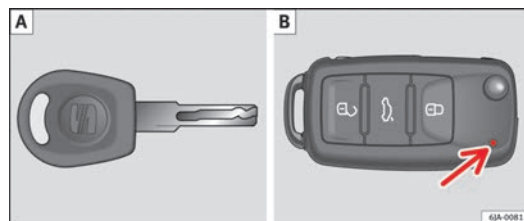
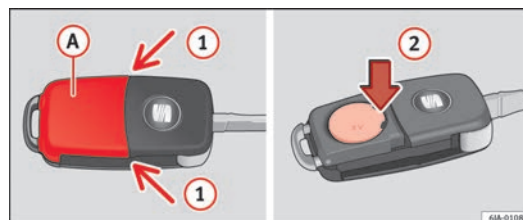

Fig. 43 Llave con mando a distancia / Llave sin mando a distancia
Fig. 44 Llave con mando a distancia: retirar la tapa / sacar la pila
Con el vehículo siempre se suministran dos llaves. Dependiendo de la versión de equipamiento, su coche puede estar equipado con llaves sin mando a distancia ⇒ fig. 43 A, o con mando a distancia ⇒ fig. 43 B.
Cada llave con mando a distancia contiene una pila colocada debajo de la tapa (A) ⇒ fig. 44. Si la pila está descargada, el testigo de control rojo ⇒ fig. 43 B no se enciende cuando se pulsa uno de ▶
- Retire la tapa de la pila presionando con el pulgar o con un destornillador plano en el lugar de las flechas ① ⇒ fig. 44.
- Retire la pila descargada de la llave presionándola hacia abajo en el lugar de las flechas ②.